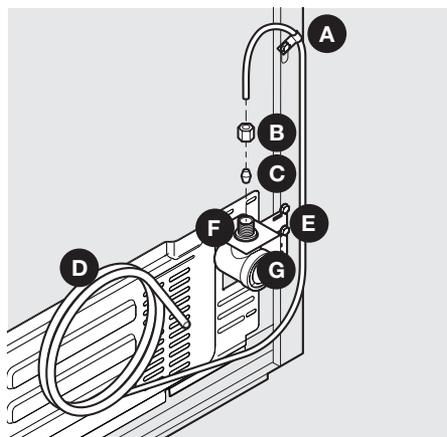

Figure 1
4. **Si vous utilisez un tube en cuivre** - Faites glisser l'écrou de compression en laiton, puis la virole (manchon) sur la conduite d'alimentation en eau. Poussez la conduite d'alimentation en eau dans l'entrée de la vanne d'eau aussi loin que possible ($1/4''/6,4$ mm). Faites glisser la virole (manchon) dans l'entrée de la vanne et serrez à la main l'écrou de compression sur la vanne. Serrez encore un demi-tour avec une clé ; **NE PAS** trop serrer. Voir figure 1.